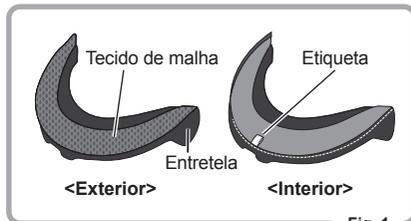

Fig. 1
1. Desapertar os encaixes na parte de trás. (Fig. 1)
1. Fixar o encaixe nas zonas das têmporas, como mostra a Fig. 1.
1. Consultar a (Fig. 1) para distinguir entre o exterior e o interior.